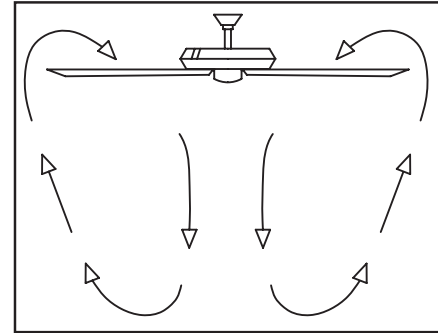

Figura 18
**Clima cálido** - (Hacia adelante) Un flujo de aire hacia abajo surte efecto refrescante, como se muestra en la Figura 18. Esto permite fijar tu aire acondicionado en configuración más alta sin afectar tu comodidad.